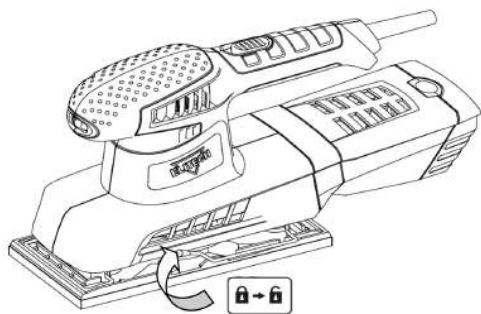

Рис. 2
2. Освободите правый и левый рычаг зажима абразивного листа (Рис. 2).